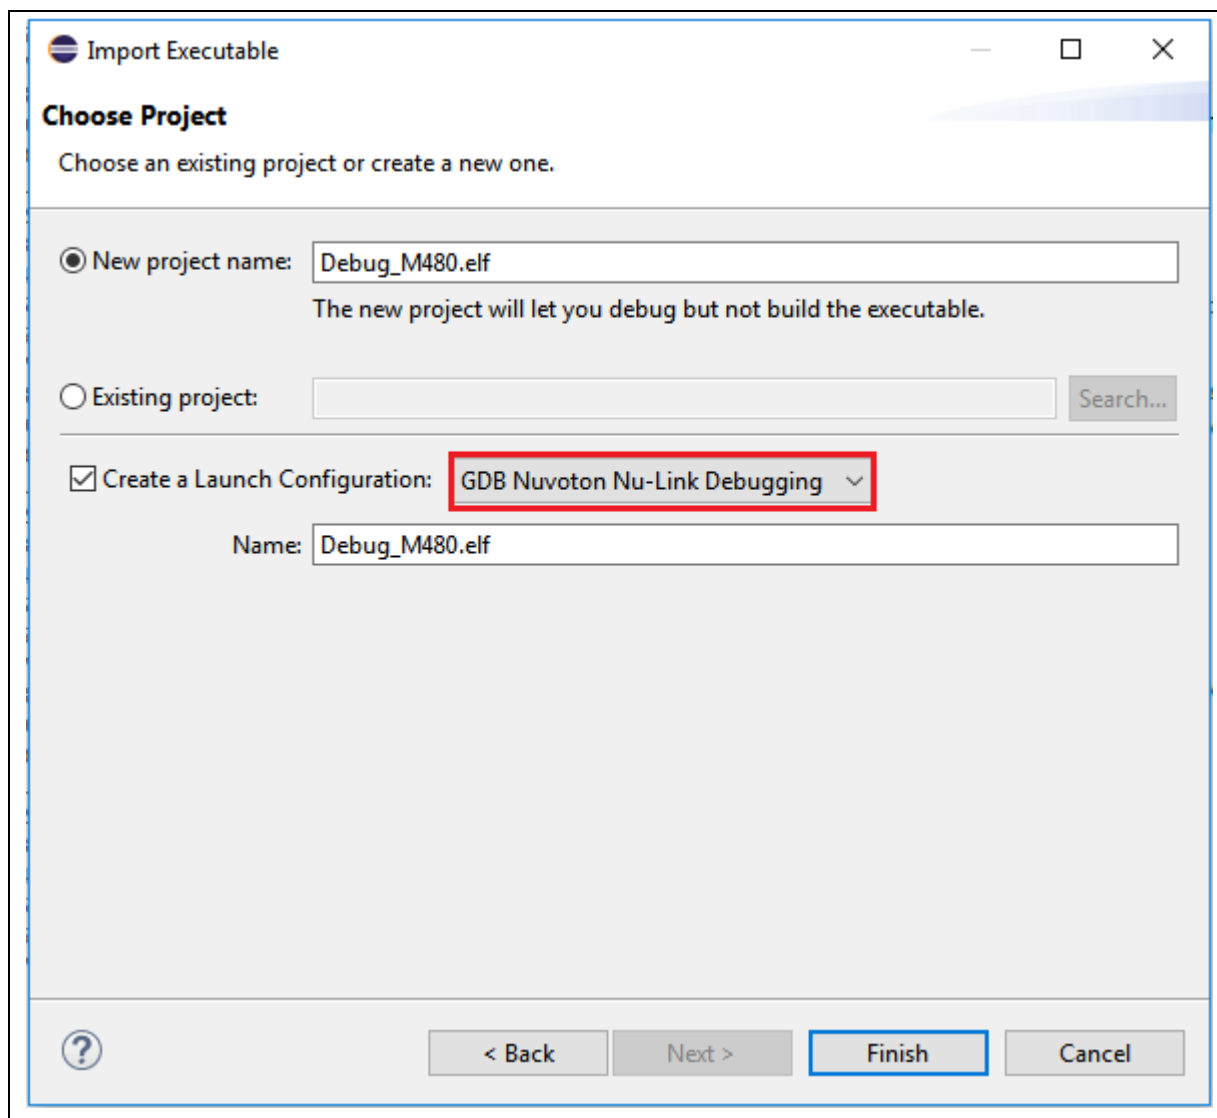

图 4-28 选择 GDB Nuvoton Nu-Link Debugging 作为启动配置
3. 选择GDB Nuvoton Nu-Link Debugging作为启动配置（请参阅图 4-28）。